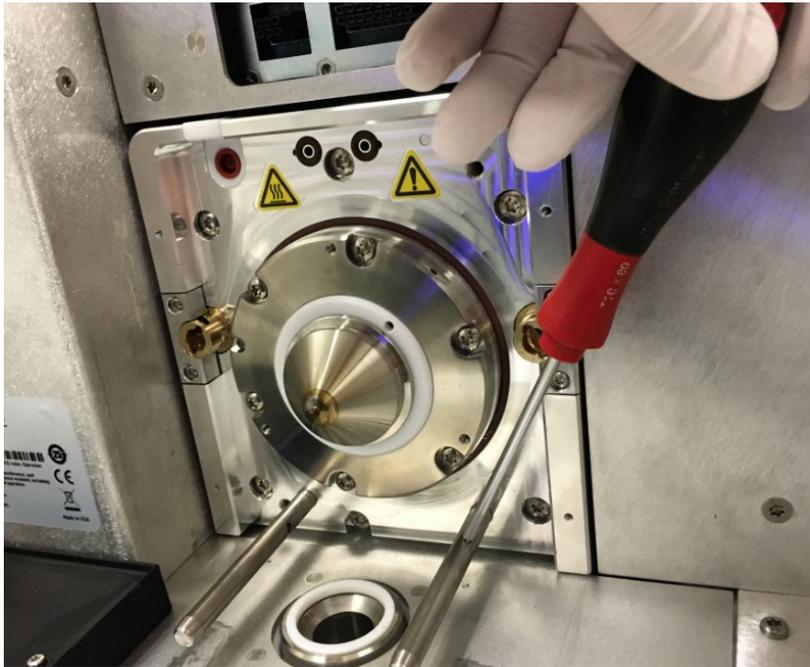

图122：拧紧雾化室销
- 3) 检查雾化室销是否拧紧。如果松动，使用 T10 螺丝刀按照图 122 所示拧紧雾化室导销。